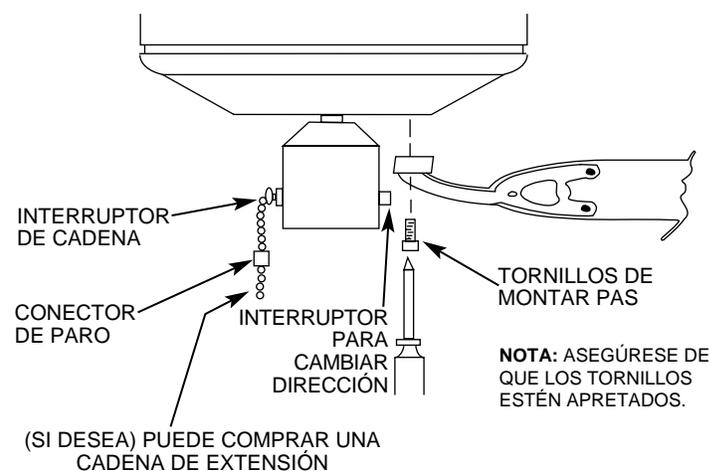

FIGURA 10
B. Quitar los tornillos y los cauchos de hule de la rueda del motor. Inserte un tornillo de montaje (incluido) en la perforación en la brida de unión. Use un destornillador para mantenerlo en posición. Alinear los huecos en la paleta con los huecos de montaje de la rueda del motor, girando los tornillos y reajustando la brida de unión hasta que se encuentren con el filete del hueco en la rueda. No debe apretar los tornillos hasta que los dos están colocados en la brida de unión. Repita para todas las pas. Ver Figura 10.
B. El interruptor funciona en esta secuencia: “Alto (High),” “Mediano (Medium),” “Bajo (Low),” “Apagado (Off).” Jalar la cadena suavemente para operarlo. También debe soltar la cadena suavemente para evitar que vuele y se enrede en las pas, resultando en daños a las pas o a la cadena. El conector de circuito está diseñado para separarse de la cadena a una fuerza determinada. Si esta separación ocurre, simplemente vuelva a insertar el conector. Se puede volver a usar muchas veces. Ver Figura 10.
C. El motor es eléctricamente reversible. Cuando lo use por primera vez, determine la dirección del flujo de aire. Si desea cambiar la dirección, apague el ventilador y déjelo detenerse. Jalar la cadena del interruptor reversible una vez y prenda el ventilador de nuevo. Ver Figura 10.